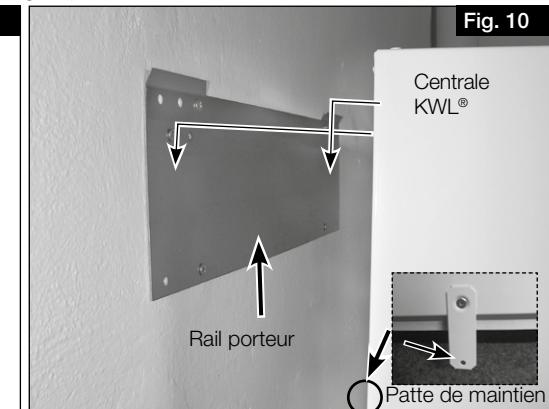

Fig. 10
- 3. Accrocher l'appareil dans son rail de fixation mural (voir Fig. 10).